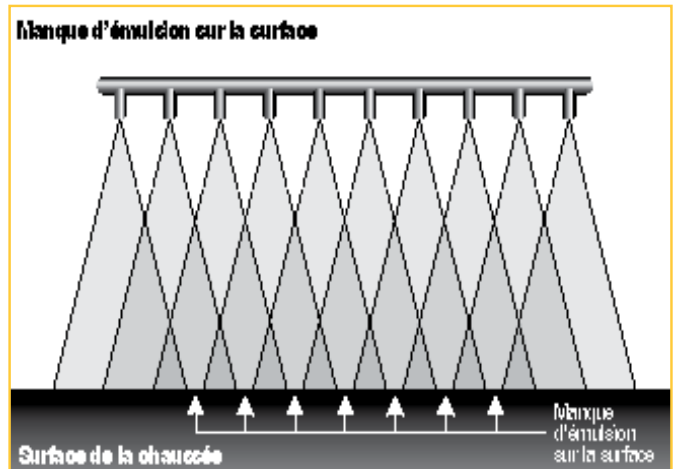

Figure 5 : Hauteur trop basse de la rampe
- ajuster la hauteur de la rampe (figures 5, 6 et 7) ;